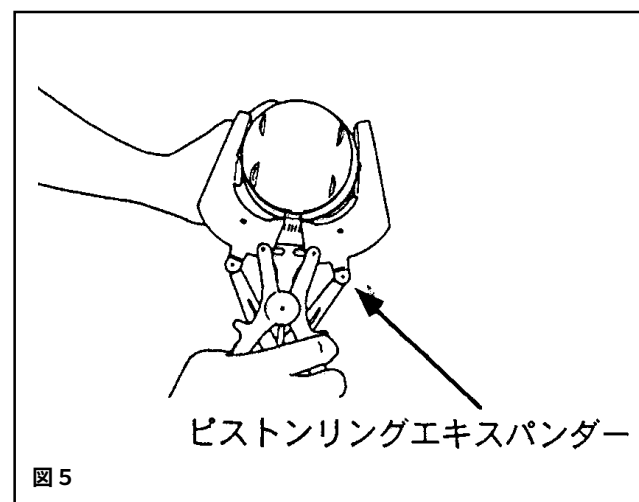

図5
- 6.1 図5のように、ピストンリングをピストンリングエキスパンダーを用いてピストンに取付けてください。この時、セカンドリングは図6に示す刻印のある面を上面にしてください。